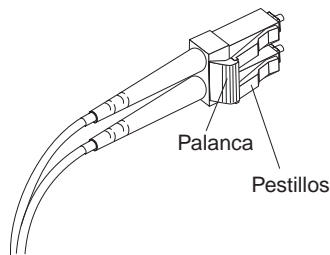

Figura 21. Palanca y pestillos del cable LC-LC de canal de fibra
1. En el extremo del cable LC-LC que se conecta al módulo SFP o al adaptador de bus de sistema principal, presione y mantenga presionada la palanca para liberar los pestillos, tal como se muestra en la Figura 21.